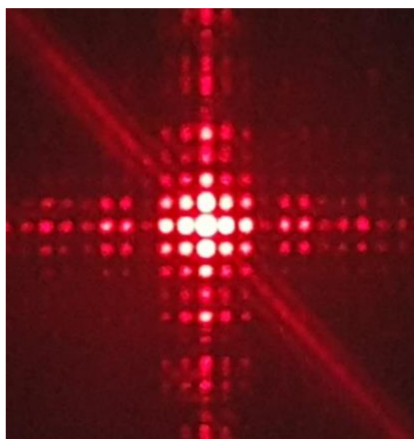
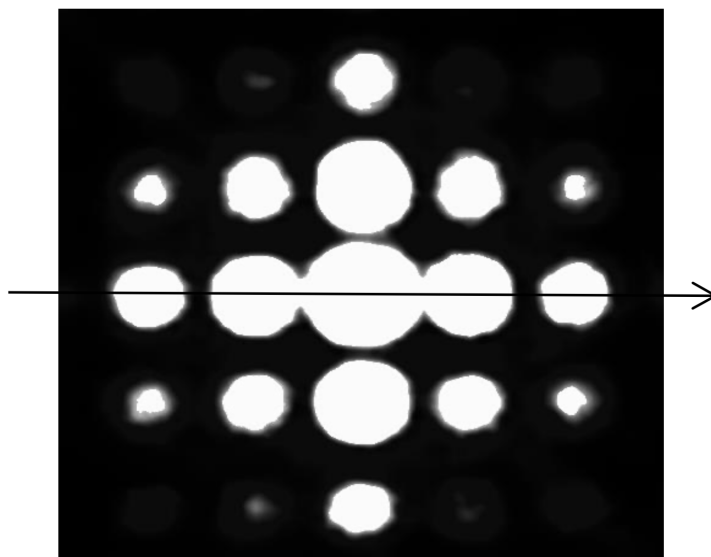

Figure 6. Figure d'interférences obtenue
Figure 7. Tache centrale de la figure d'interférences à l'échelle 1/1
- la figure d'interférences obtenue est donnée sur les figures 6 et 7.
*Le centre de la figure d'interférences de la figure 6 est représenté sur la figure 7 ci-dessus à l'échelle 1/1. L'interfrange, noté  $i$ , est défini comme la distance entre les centres de deux taches lumineuses successives selon l'axe identifié sur la figure 7.*